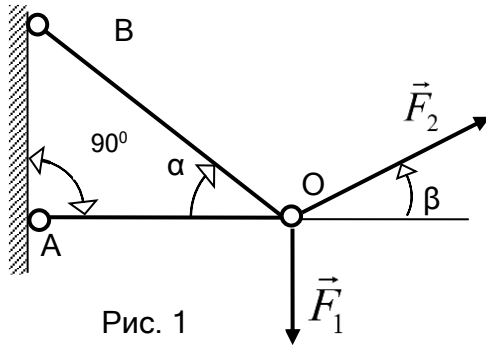

Рис. 1
**Приклад.** За схемою на рис. 1 визначити реакції стержнів кронштейна аналітичним і графічним методами якщо:  $F_1 = 60 \text{ Н}$ ,  $F_2 = 40 \text{ Н}$ ,  $\alpha = 75^\circ$ ,  $\beta = 30^\circ$ .